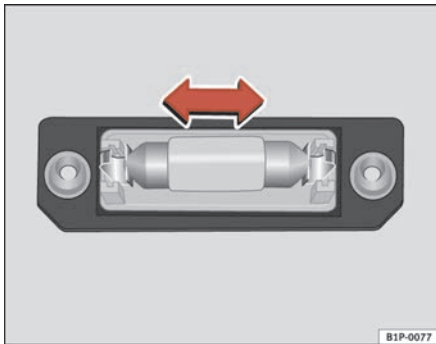

Abb. 177 Kennzeichen-
- Nehmen Sie die Glühlampe in Pfeilrichtung heraus ⇒ Abb. 177.